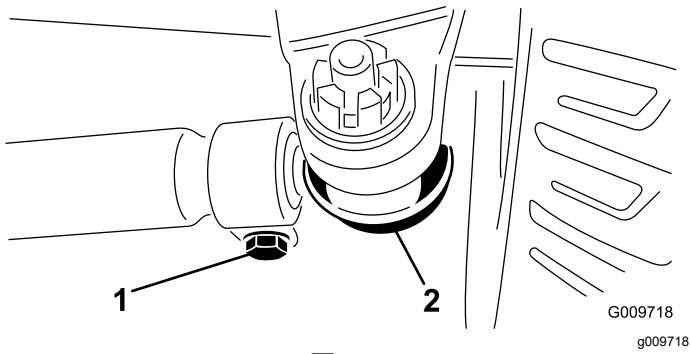

图 69
2. 要进行调节应从任一横拉杆球窝接头卸除开口销和螺母 (图 69)。从轴箱支架中拆除横拉杆球窝接头。
3. 拧松横拉杆两端的夹具 (图 69)。
4. 将拆掉的球窝接头向内或向外旋转一 (1) 整圈。拧紧横拉杆松开端的夹具。
5. 将整个横拉杆组件以相同方向向内或向外旋转一 (1) 整圈。拧紧横拉杆连接端的夹具。